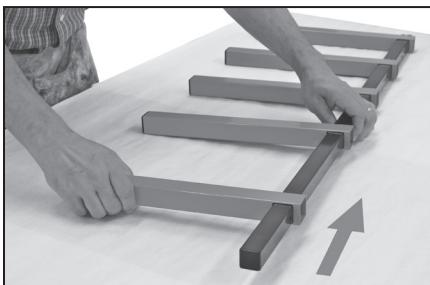

Figure 2
- Insérez une vis dans le trou suivant, situé au-dessus de celui de l'étape 1. Positionnez en la glissant une autre barre orange. Répétez l'opération jusqu'à ce que toutes les barres soient installées en vous assurant que toutes les encoches sont dirigées vers le bas. Procédez de la même façon pour l'autre côté. Figure 2.